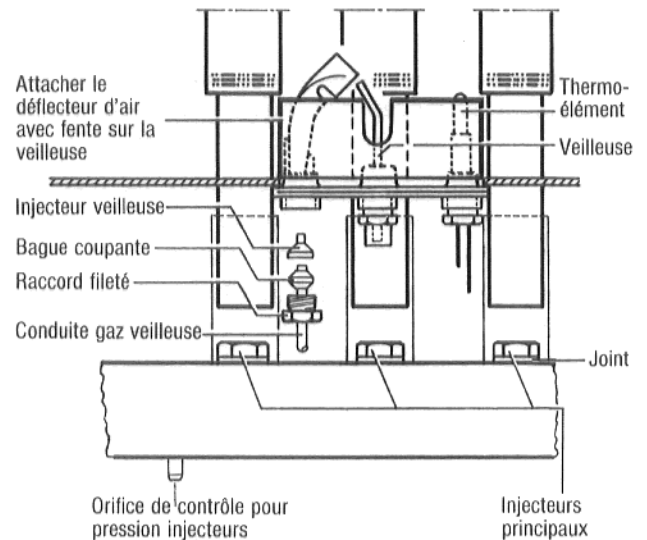

Fig. 1: Brûleur de diffusion – veilleuse Junkers
- Desserrer la conduite gaz veilleuse de la veilleuse en dévissant le raccord fileté veilleuse et en enlevant la conduite gaz veilleuse avec bague coupante (Fig. 1).